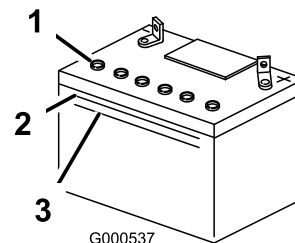

Figura 40
1. Examine a parte lateral da bateria. O eletrólito tem de estar ao nível da linha superior (Figura 40). Não deixe que o nível de eletrólito desça abaixo da linha inferior (Figura 40).
3. Retire as tampas de ventilação da bateria (Figura 40).
4. Encha devagar cada célula da bateria com água destilada até que o nível de eletrólito atinja o nível da linha Superior (Figura 40) na caixa da bateria.
5. Aguarde cerca de 5 a 10 minutos após encher as células da bateria. Adicione água destilada, se necessário, até que o nível de eletrólito atinja a linha Superior (Figura 40) na caixa da bateria.